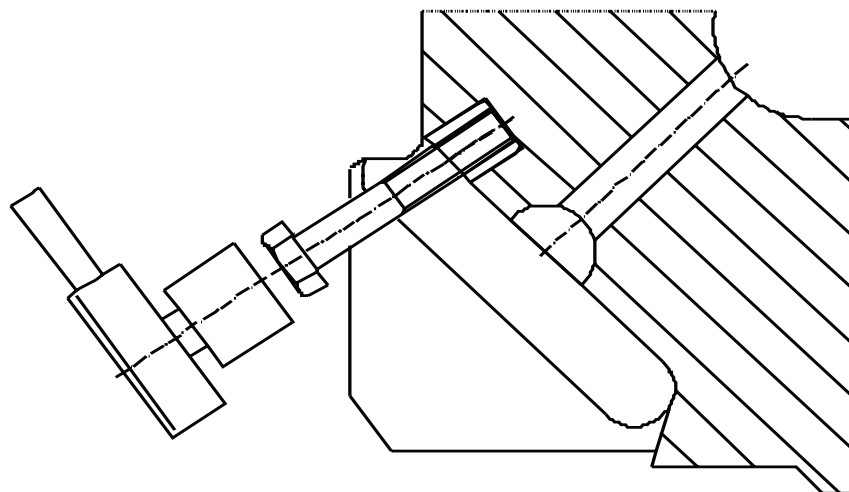

Figura 3. Retirando el Pasador del Guiador
3. Consiga un perno con la misma rosca, aproximadamente del doble de largo del Pasador. Entornille el perno dentro del Pasador. Cuando el perno toque el fondo del agujero, continúe enroscando hasta sacar el pasador. **(Figura 3)**